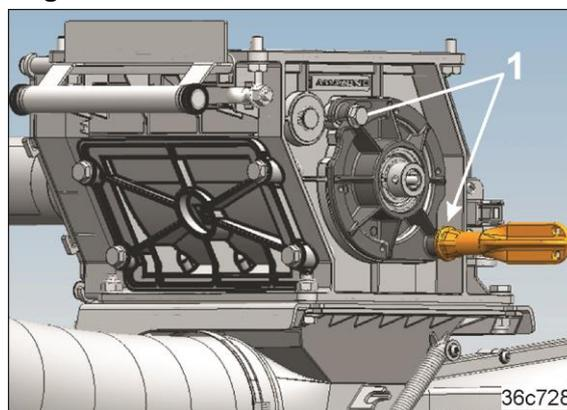

Fig. 230
2. 2 Schrauben (Fig. 230/1) lösen.